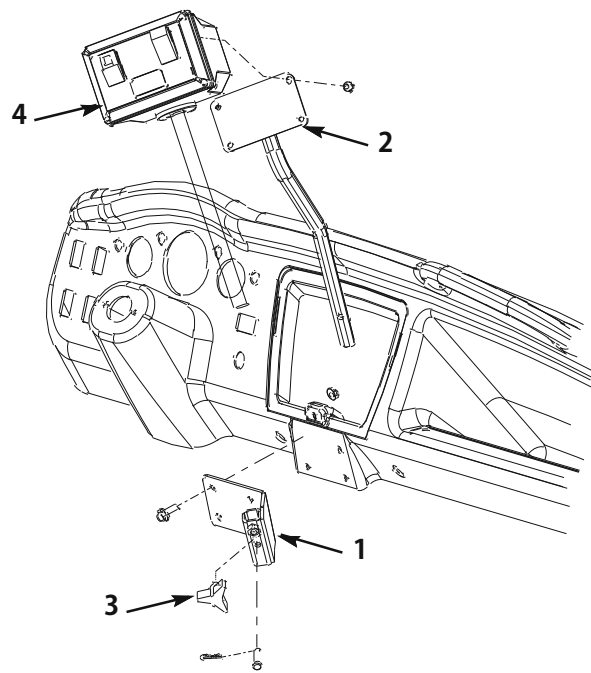

図9
1. キャップスクリュー (5/16-18 x 1 in; 4本) とナットを使用して、レシーバ・アセンブリをワークマンのダッシュボードに取り付ける。各部材は図9のように組み付ける。
2. ネジ 4 本を使ってコントロール・ボックスを取り付けアセンブリに固定する (図 9)。
3. 取り付けアセンブリの支柱をレシーバに差し込んでクレビス・ピンとコッター・ピンで固定する (図 9)。
4. レシーバのノブを締めて支柱を固定する (図 9)。